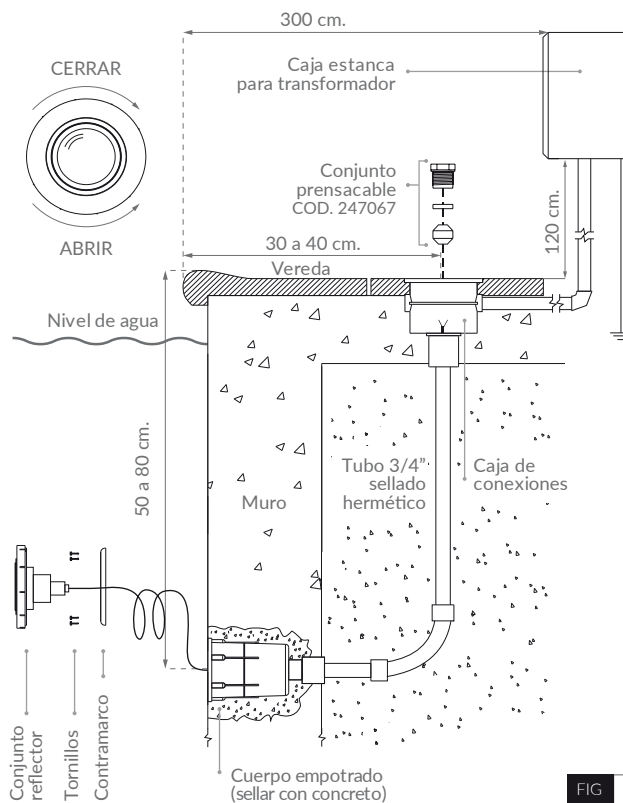

FIG 5
1. Separe el cuerpo de embutir del portalámpara con el cable y retire el contramarco atornillado (ver FIG.5).